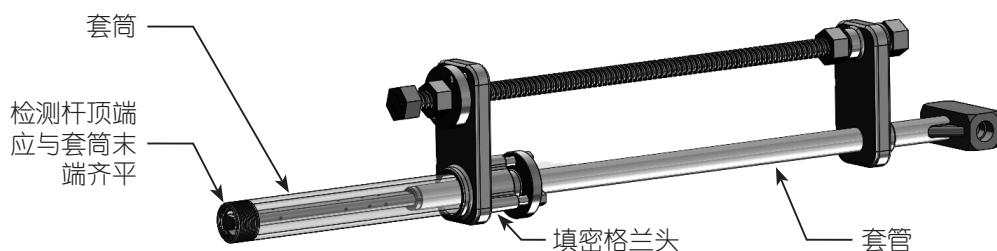

图 3. 套筒
- 拔出威力巴[®]，可使检测杆顶端与套筒末端齐平（参见图 3）。拧紧填密格兰头上的三个填密螺栓。